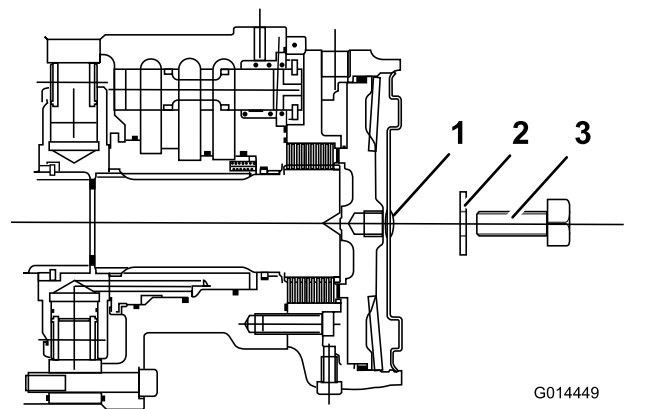

Figura 45
5. Apriete el tornillo de fijación en el taladro roscado del pistón del freno hasta que el freno quede liberado (Figura 45).
6. Identifique el freno de disco de la rueda delantera izquierda y repita el procedimiento anterior (Figura 45).